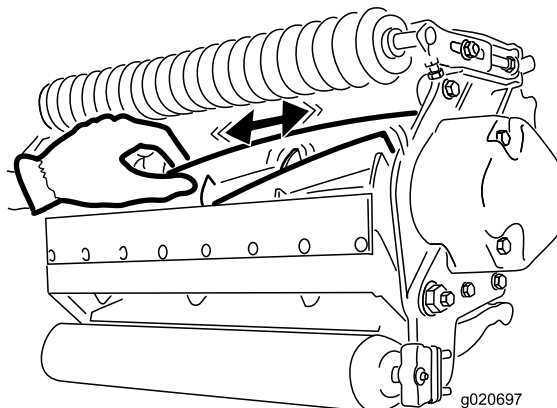

図 26
2. ボロ布を厚く巻くか丈夫なパッドのついた手袋をして、カッティングユニットの刃の部分をつかみ、リールを左右に揺すってガタがあるかどうかを調べる図 26。